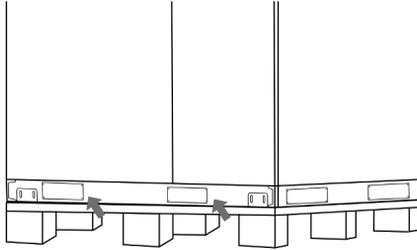

Abbildung 4
3. Schrauben Sie die beiden Schutzplatten am Boden des Schrankes ab. Siehe Abbildung 4.